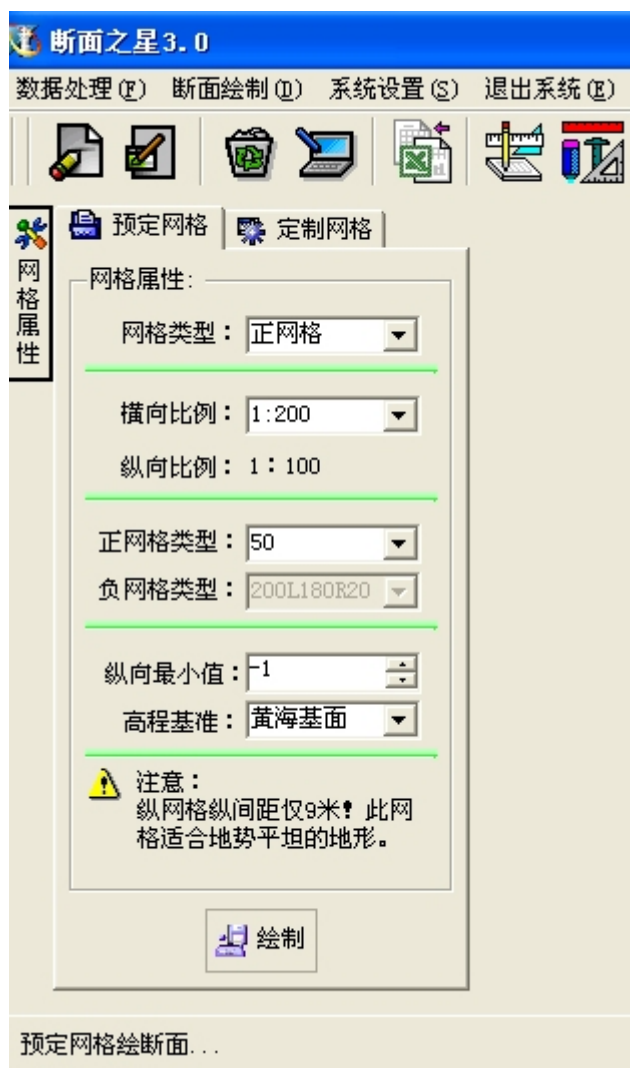

图 4-1
- 1、 点击宇飞断面之星 V3.0 主窗体下的【断面绘制】【预定网格绘断面】，出现预定网格属性窗体图 4-1；
- 2、 选择预定网格相关属性，见图 4-1，点击“绘制”，选择选择安装目录下的“\例子\断面数据\SJCG\0+000.TXT”文件；